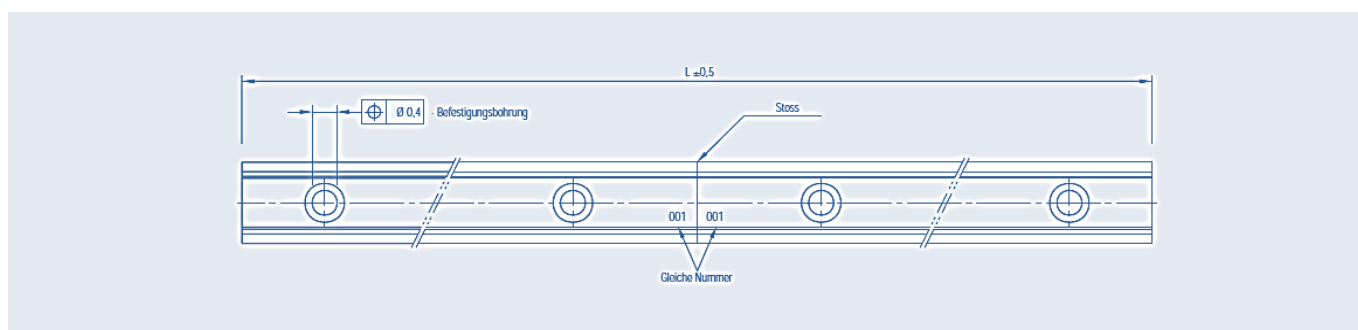

Bild 6
- 6) Durch Anziehen der Befestigungsschrauben über Kreuz wie Abbildung 6 zeigt, wird der Tisch gleichmässig befestigt.